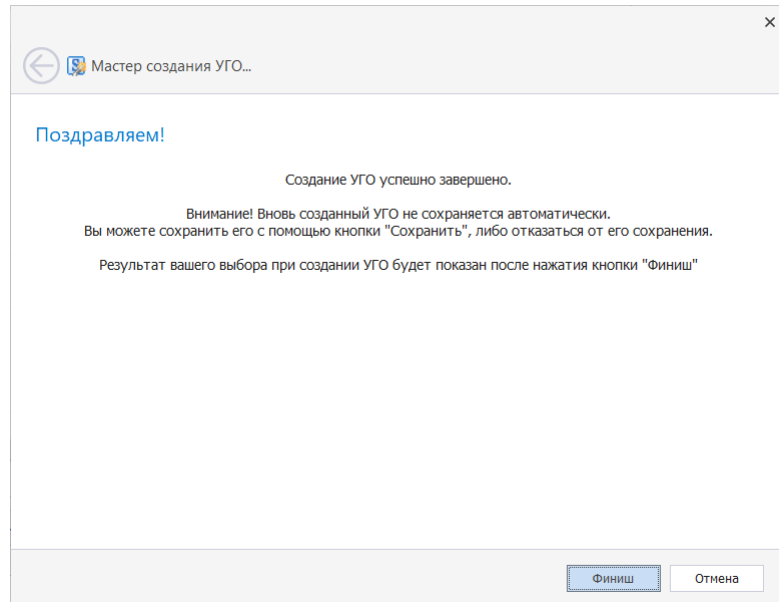

Рис. 223 Заключительное окно мастера создания УГО
6. Нажать «Финиш», для сохранения созданного УГО, см. Рис. 223.